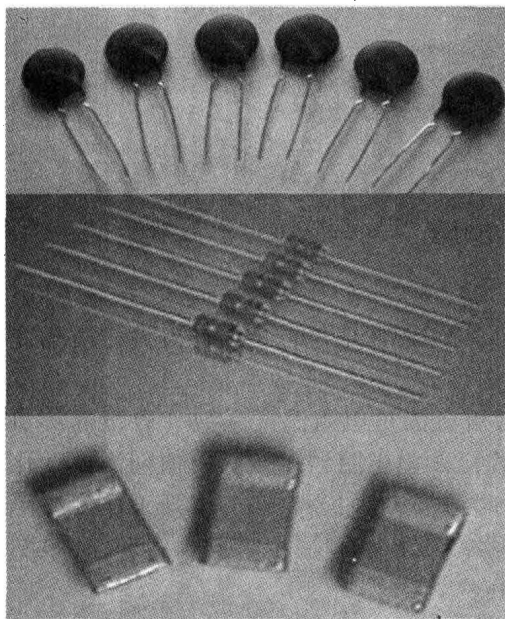

图 1-15 NTC 热敏电阻器
2. NTC 热敏电阻器 NTC 是英文 Negative Temperature Coefficient (负温度系数) 的缩写, 泛指负温度系数很大的半导体材料或元器件, 通常我们所提到的 NTC 是指负温度系数热敏电阻器, 简称 NTC 热敏电阻器, 实物外形如图 1-15 所示。